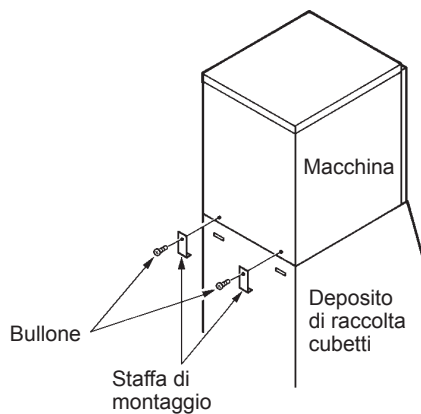

Fig. 6
- 6) Fissare la macchina al deposito di raccolta cubetti, servendosi delle due staffe di montaggio e dei due bulloni in dotazione. Vedi Fig. 6.